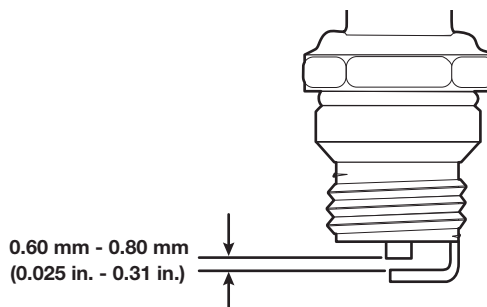

Fig. 25
4. Utilice un calibre de espesor para ajustar la brecha de aire a 0.6 mm - 0.8 mm (0.025 pulg. - 0.31 pulg.) (Fig. 25).